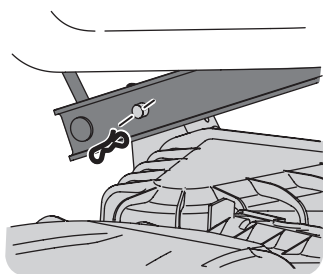

Figure 24
- Placez-vous sur le côté gauche du plateau de coupe pour trouver la goupille située à l'arrière gauche. Voir Figure 24.
- Retirez la goupille et faites sortir la goupille du bras de relevage. Voir Figure 24.